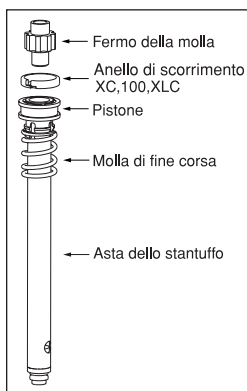

Fig. 9
12. Rimuovere i gruppi ammortizzanti dai tubi superiori usando pinze per anelli Sieger a punta piccola, annotare l'orientamento di tutte le parti. Il gruppo ammortizzante destro comprende asta stantuffo, anello di scivolamento, molla di estensione massima, fermo molla, pistone, valvole pilota e rondelle ondulate; il fodero sinistro comprende uno stantuffo, una molla di estensione massima, un fermo molla ed un pistone (vedere Fig. 9 e 10).
1. Installare il nuovo kit ammortizzante nei tubi superiori. Controllare che tutti i componenti siano puliti ed installati in ordine corretto (vedere pagina 66, Fig.9 e 10).